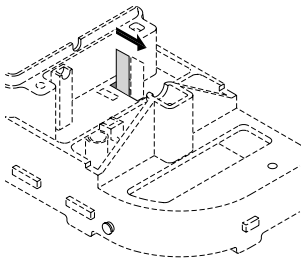

Figure 23
8. Par le côté, sortir le cliquet métallique de son encoche. Le remplacer en déposant les brosses du centre, puis en posant un cliquet neuf. Il doit affleurer le bord du support en plastique (Figures 23 et 24). Remplacer les brosses du centre.